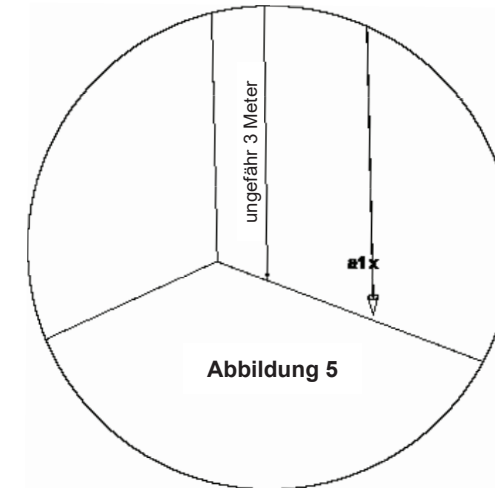

Abbildung 5
- 2) Wenn das Lot ausbalanciert ist, markieren Sie den Punkt a1 an der Wand hinter dem Senklot, neben dem Lot. (siehe Abbildung 5).